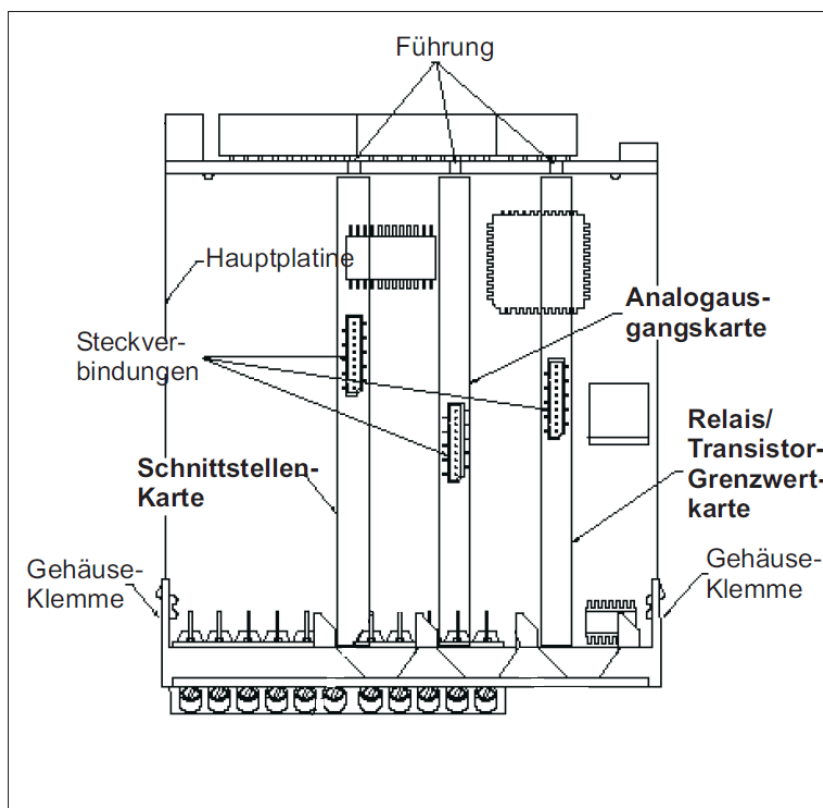

Bild 1.1: Ausgangskarten
Die Ausgangskarten haben feste Einbaupositionen. Die Steckverbinder der Karten sind so konstruiert, dass jede Karte nur auf eine bestimmte Position passt. Die Einbauposition der Karten ist aus Bild 1.1 ersichtlich.
2. Stecken Sie die Ausgangskarte auf den entsprechenden Steckplatz (siehe Bild 1.1).